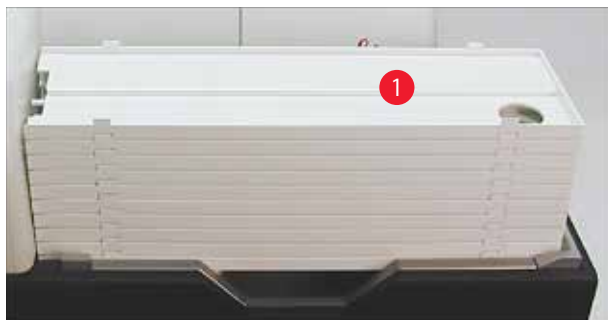

图 38
1. 将一叠托盘 (→"图 38-1") 放在卸载站点的抬升操作台上 (→"图 38")。